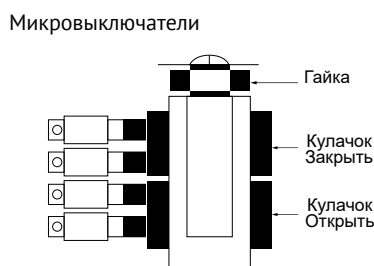

рис. 1
- используя ручной дублер, переведите электропривод в положение «Открыто», ослабьте гайку (рис. 1), фиксирующую кулачки на рабочем валу электропривода.